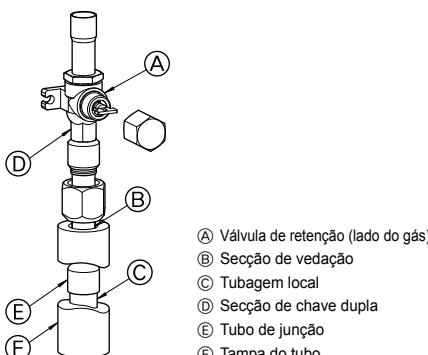

Fig. 4-3
- Utilize o seguinte procedimento para ligar a tubagem do lado do gás. (Fig. 4-3)
- Solde o tubo de junção (E) fornecido à unidade exterior, utilizando materiais de soldadura adquiridos localmente, e a tubagem local (C), sem oxigénio.
- Ligue o tubo de junção (E) à válvula de retenção do lado do gás.